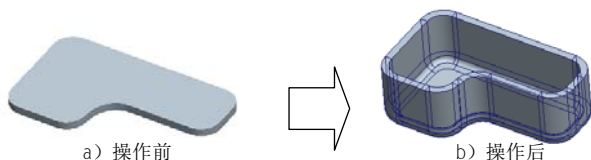
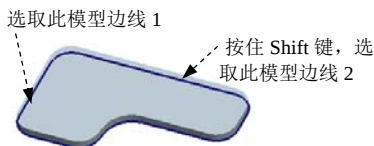

图 11.4.62 创建 I 型法兰附加钣金壁
图 11.4.63 定义附着边
Step3. 创建图 11.4.62 所示的 I 型法兰附加钣金壁。
(1) 单击 功能选项卡 区域中的“法兰”按钮 , 系统弹出“凸缘”操控板。
(2) 选取附着边。在系统  选择要连接到薄壁的边或边链。的提示下, 先选取图 11.4.63 所示的模型边线 1, 然后按住 Shift 键, 选取图 11.4.63 所示的模型边线 2。